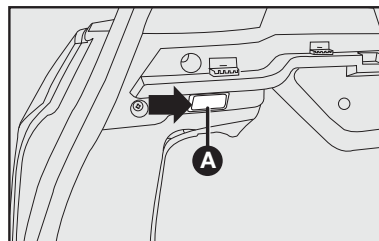

fig. 44
1) Remover a lente transparente **A-fig. 44** forçando levemente com uma chave de fenda no local indicado pela seta;